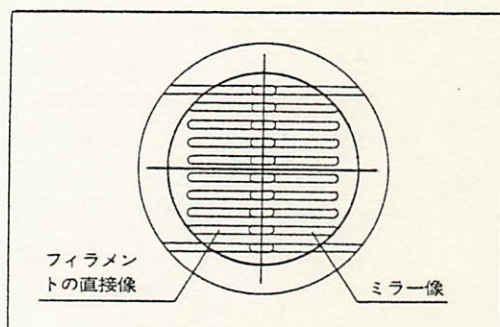

図 14
- 7) バックミラーを前後させて、バックミラーによるフィラメント像(少し暗い)を結像させ、ランプ左右方向の心出しねじで2つの像をほぼ図14のように少し中央で重なるように並べます。